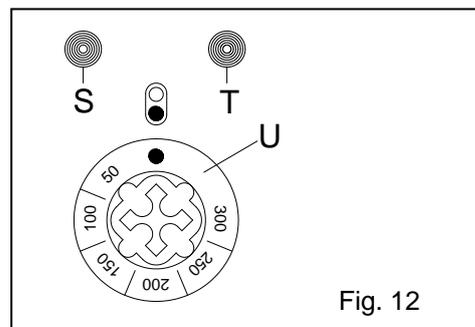

Fig. 12
- **FUNZIONAMENTO** (Fig. 12):